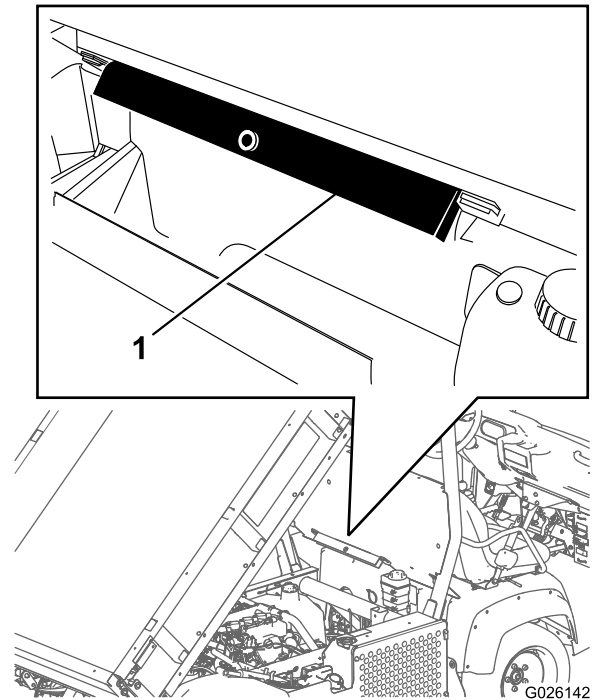

Figure 38
2. Sortez la béquille de sécurité des supports de rangement au dos du panneau du système ROPS (Figure 38).